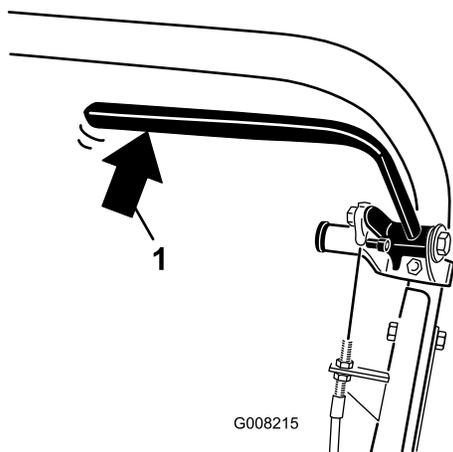

Рисунок 35
2. Используя пружинные весы, отожмите рычаг рабочего тормоза назад (Рисунок 35). Стояночный тормоз должен отпускаться при приложении усилия 13,5 - 18 кг. Если стояночный тормоз отпускается раньше, чем будет приложено усилие 13,5 - 18 кг, то требуется регулировка тросика тормоза. Перейдите к этапу 3.